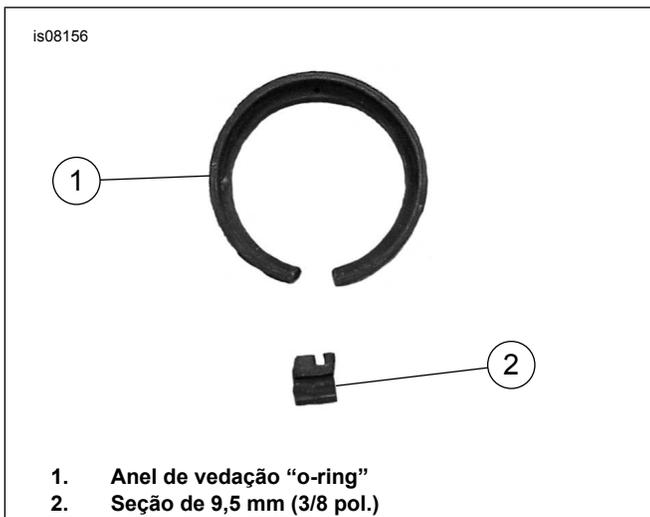

Figura 12. Modificação do anel de vedação "o-ring"
- a. Consulte Figura 12. Localize as 3 fendas que alinham a gaxeta do anel de vedação “o-ring” no alojamento da luz direcional. Corte uma seção de 9,5 mm (3/8 pol.) (aproximadamente) do anel de vedação “o-ring” da posição inferior, fenda central.